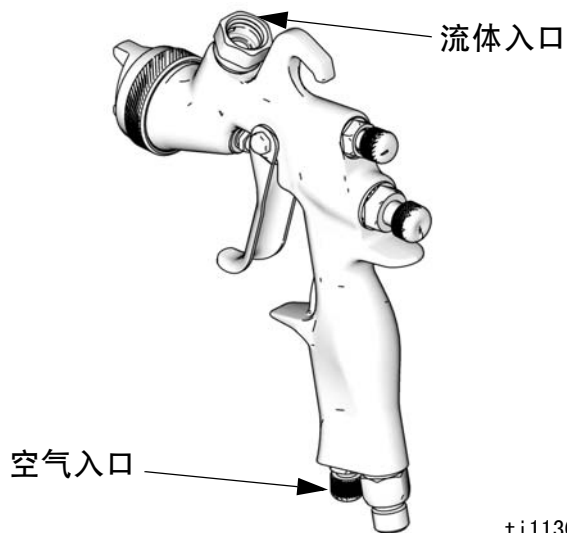

图 1。
4. 将清洁、干燥、经过过滤的供气连接到空气入口管接头。参见图 1。